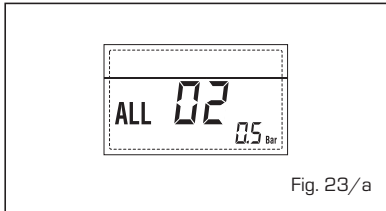

Fig. 23/a
- **ANOMALÍA ALTA PRESIÓN AGUA "ALL 03" (fig. 23/b)**